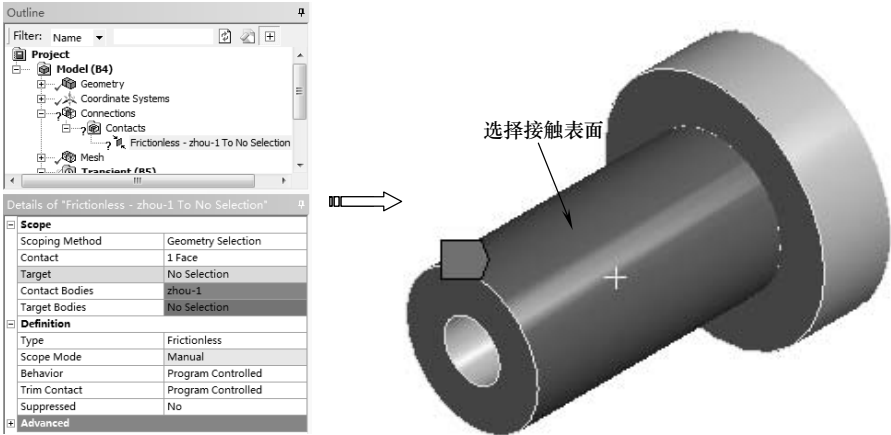

图 8-72 选择接触表面
3) 选择【zhou-1】节点的外表面，单击【Contact】节点下的【Apply】按钮，如图 8-72 所示。